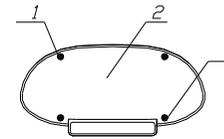

Рисунок 3.1
- снять боковой плафон **2** (рисунок 3.1), открутив четыре винта **1**,